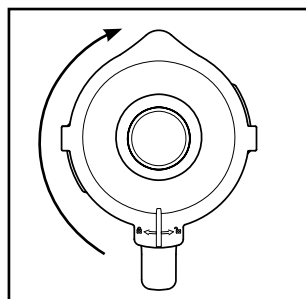

Fig. 2
- 4) Volte a colocar a tampa ❷ desalinhada no copo misturador ❸ e pressione-a firmemente. Feche a tampa ❷, rodando-a no sentido dos ponteiros do relógio, para a posição  até ela encaixar de forma audível (ver fig. 2). Verifique se o bico de esvaziamento no copo misturador ❸ está fechado. O motor só pode arrancar quando a tampa ❷ estiver corretamente alinhada.